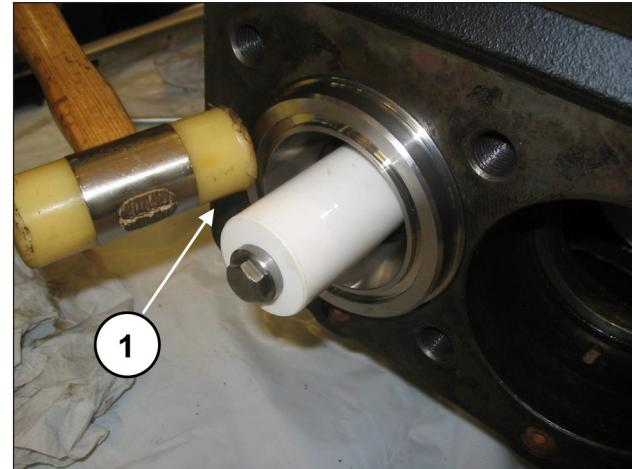
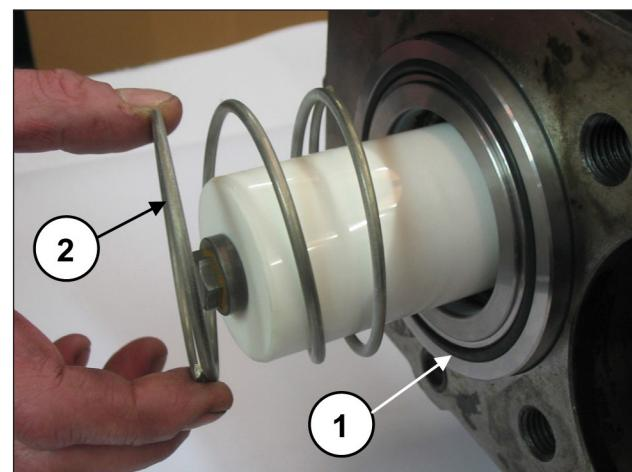

Abb. 186
Abb. 187
Vergewissern Sie sich, dass die Gruppe Buchse-Dichtungshalter bündig in ihrem Sitz liegt (Pos. ①, Abb. 186); setzen Sie den frontseitigen O-Ring der Buchse und die Feder (Pos. ①②, Abb. 187) ein.